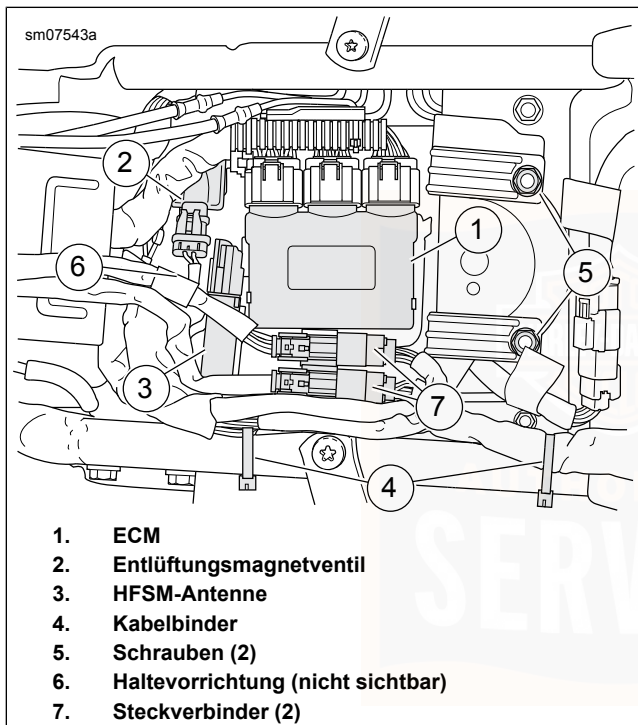

Abbildung 87. Obere Elektrietafel
- 2. Siehe Abbildung 87. ECM (1) von der oberen Elektriztafel lösen. Beiseiteschieben.
- 3. Sofern vorhanden, das Entlüftungsmagnetventil (2) nach vorne verschieben, um es von der oberen Elektriztafel zu lösen.
6. Siehe Abbildung 87. Die obere Elektri­ktafel in die Einbaustellung bringen und die Verriegelung in die Niederhalte­vorrichtung eingreifen lassen.
7. Die obere Elektri­ktafel mit Befestigungsteilen (5) am Rahmenquerträger befestigen. Auf folgendes Drehmoment anziehen: 8,1–10,9 N·m (72–96 in-lbs).
8. Die Handsfree-Sicherheitsmodul-Antenne (3) und das Entlüftungsmagnetventil (2) auf der oberen Elektri­ktafel anschließen. Überprüfen, ob alle anderen Steckverbinder und Kabelbäume unter der Befestigungszunge des Entlüftungsmagnetventils verlegt sind.
9. Die Steckverbinder (7) an den Fixierungen auf der oberen Elektri­ktafel befestigen.
10. ECM (1) auf der oberen Elektri­ktafel einrasten.
11. Die Kabelbäume mit Kabelbindern (4) am Rahmen befestigen.